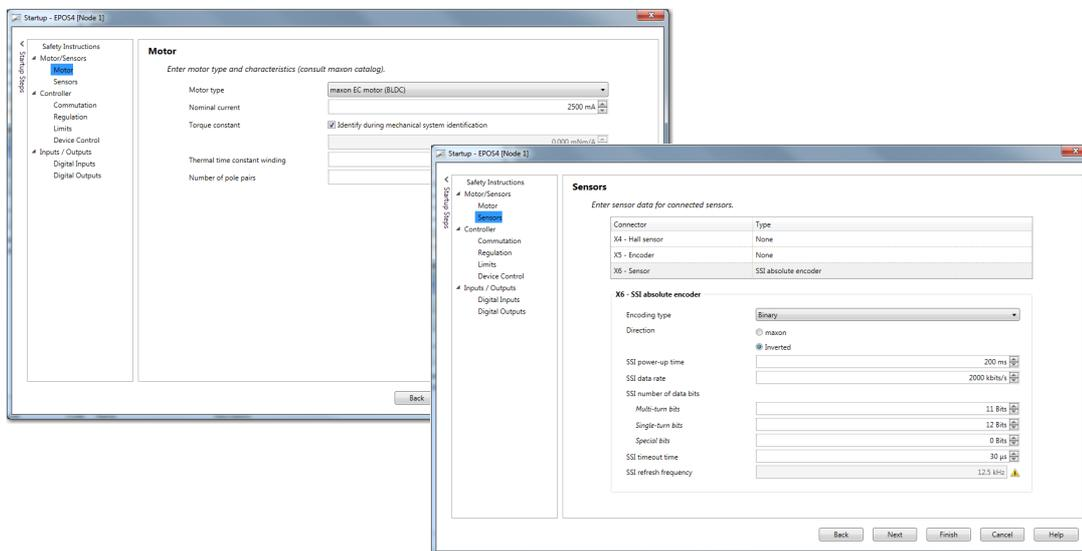

Figure 8-125 Adjustment of SSI commutation offset value | Set motor and sensor data
- 7) Configure the data for motor and SSI absolute encoder using «EPOS Studio» \ «Startup» wizard \ «Motor/Sensors» \ «Motor» or «Sensors» respectively (→Figure 8-125).